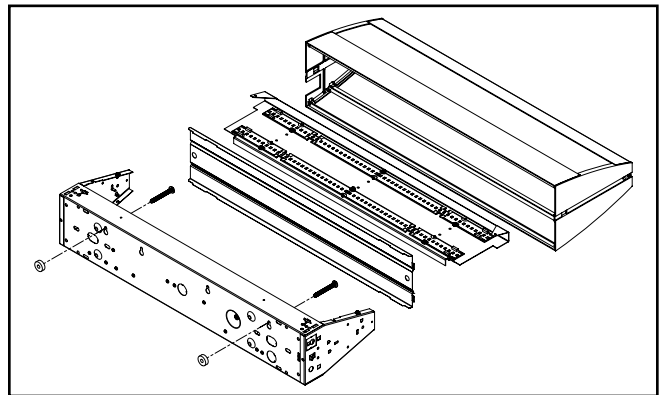

Figura 4. Conjunto general
1. Conjunto general (Figura 4).